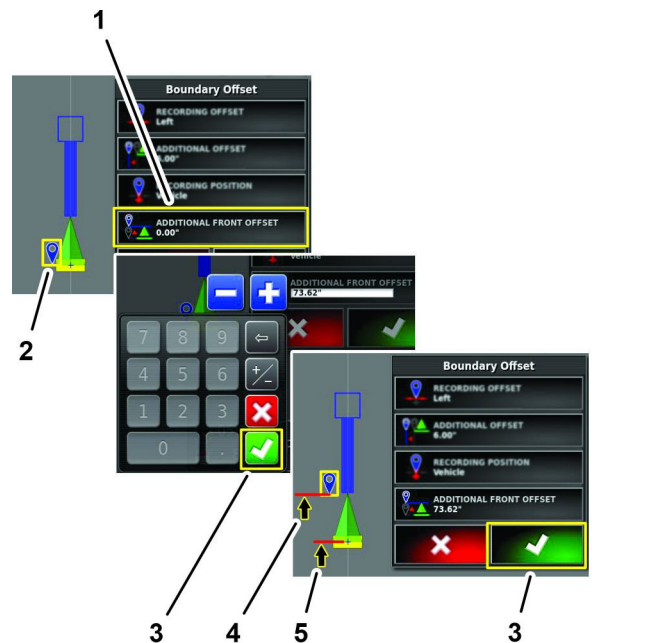

Bild 200
1. Tippen Sie auf das Symbol ZUSÄTZLICHEN VORDEREN VERSATZ (Bild 200).
2. Geben Sie über die Bildschirmtastatur den vorderen Versatzabstand ein und tippen Sie auf das Bestätigen-Symbol (Bild 200).